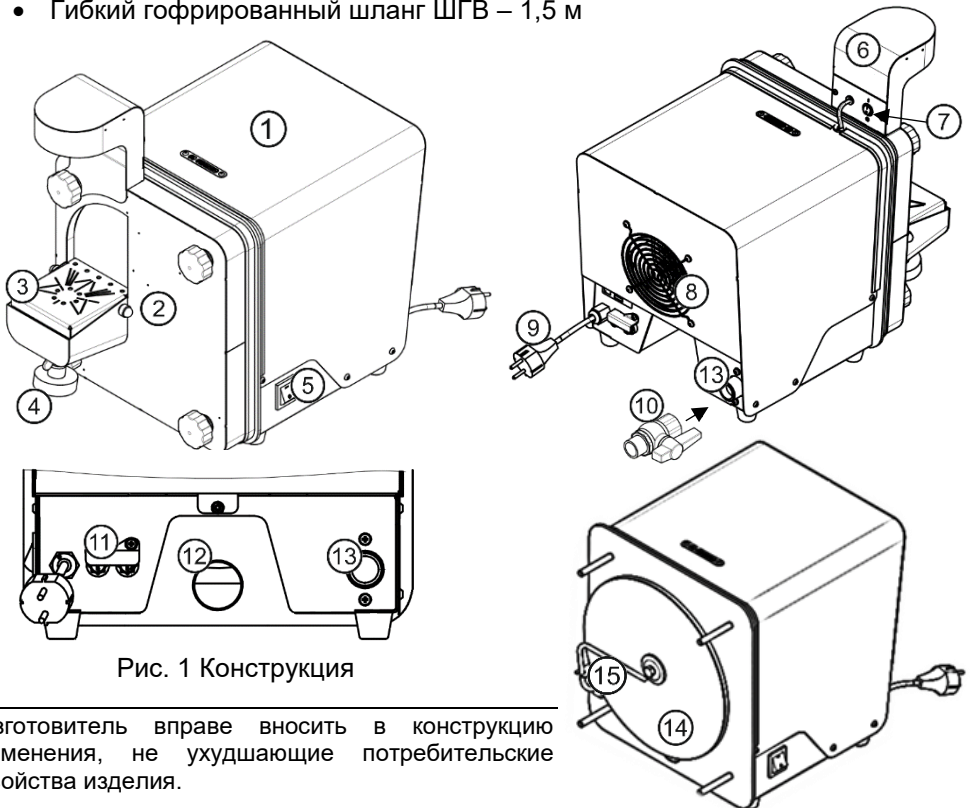

Рис. 1 Конструкция
5 КОНСТРУКЦИЯ И КОМПЛЕКТНОСТЬ, Рис. 1
7.3 Для регулировки напора воды рекомендуется использовать кран шаровой 3/4 (10). Установите кран шаровой (10) из комплекта поставки на входной штуцер (13), как показано на Рис. 1. Для герметизации резьбового соединения воспользуйтесь уплотнительной нитью или лентой ФУМ, или герметиком. Шланг для подвода воды подсоедините одним концом к крану шаровому, другим к водопроводу с холодной водой.